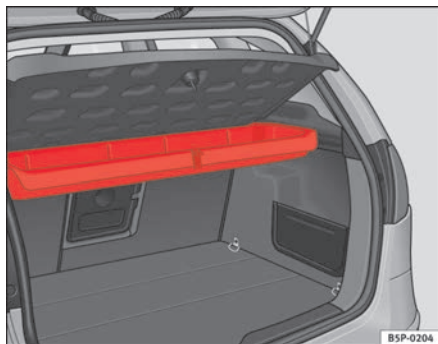
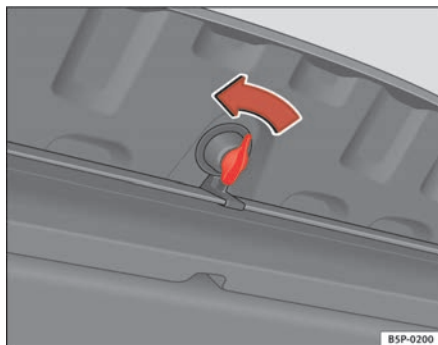

Abb. 121 Aufnahme für das Warndreieck unter der hinteren Ablage
Abb. 122 Öffnen des Ablagefachs
⇒ Abb. 121. Zum Öffnen dieses Ablagefachs drehen Sie den Verschluss* um 90° ⇒ Abb. 122.
- Zum Öffnen des Ablagefachs drehen Sie den Verschluss* um 90° $\Rightarrow$ Seite 154, Abb. 122.